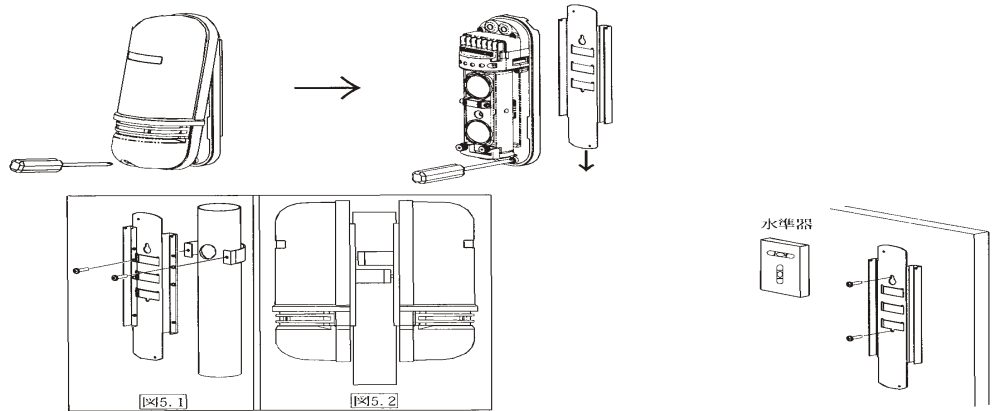

图5. 3
- 使用附属品螺丝(2个)如图5. 3所示进行安装，这时需要使用水平仪确认是否与地面垂直。